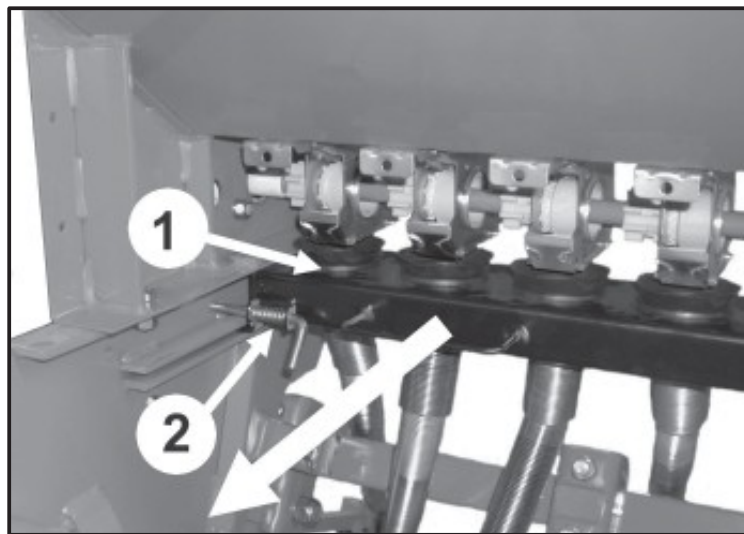

fig. 13
**1)** Spostare la barra dei tubi di caduta (1, fig. 13) verso avanti, sollevando i perni di bloccaggio (2, fig. 13) che la fissano in posizione di lavoro fino alla posizione tale per cui si può mettere il vassoio .